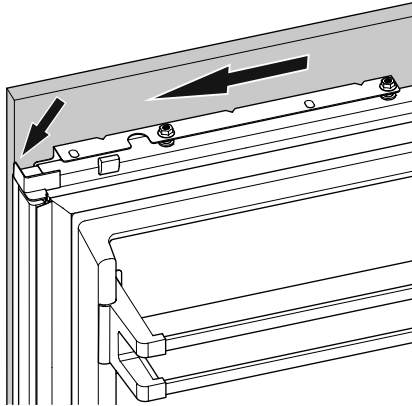

Figure 30
10. Déplacer le panneau vers la gauche jusqu'à ce qu'il touche le rail central (**Figure 30**).